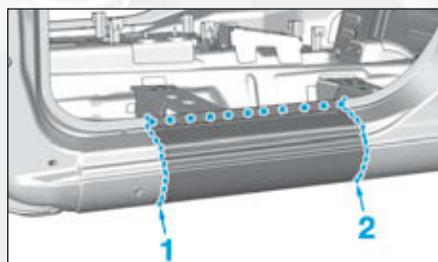

FIG.116
- Tracer puis découper à l'aide d'une scie en (1) et (2) (Fig.116).